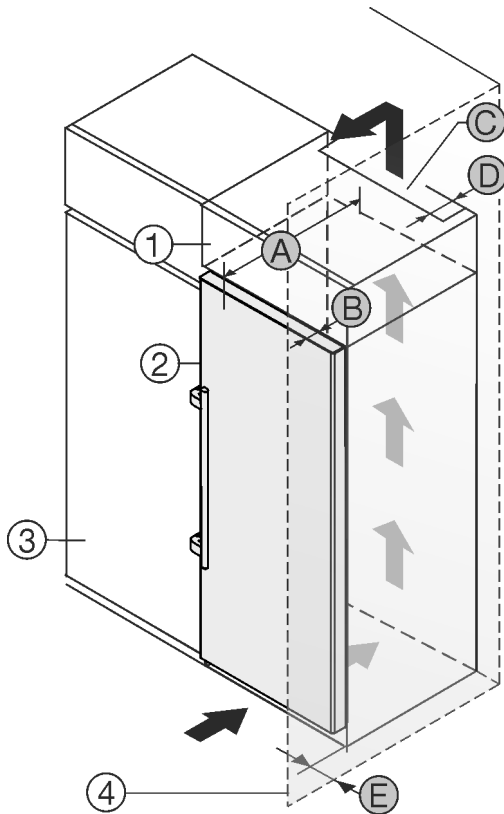

Fig. 2
Voit pystyttää laitteen suoraan jääkaapin Fig. 2 (3) viereen.*
Lisäkaapin takana on oltava lisäkaapin levyinen poistoilma-kuilu, jonka syvyys on Fig. 2 (D).*
Katon alapuolelle on jätettävä ilmanvaihdon poikkipinta-alaa Fig. 2 (C) vastaava tila.*
Jos asennat laitteen oven saranapuolen seinän Fig. 2 (4) viereen, laitteen ja seinän väliin on jätettävä vähintään 57 mm väli. Tämä vastaa kahvan ulkonemaa oven ollessa auki.*
Jotta voit avata ovet kokonaan, laitteen on oltava oven syvyyden Fig. 2 (B) verran ulospäin keittiökaappien etureunasta. Keittiökaappien Fig. 2 (3) syvyyden ja välikkeiden käytön mukaisesti laite voi olla ulompänä.*